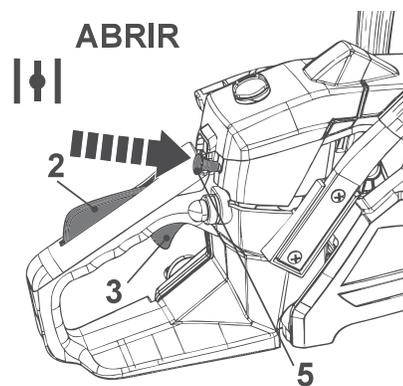

Fig. 21b
2. Premindo a alavanca do estrangulador (5) (Fig. 21b), o estrangulador está agora na posição ABERTA e o acelerador continua em funcionamento rápido.
3. Para cancelar a aceleração rápida, prima e solte o bloqueio do acelerador (2) e o acionador do acelerador (3).